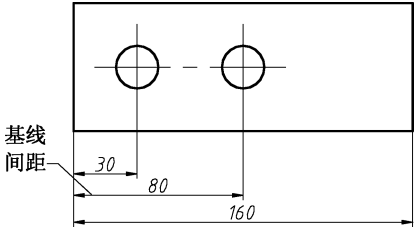

图 9-11 “基线间距”设置示例
- “基线间距”文本框：用于设置基线标注时尺寸线之间的距离，如图 9-11 所示。